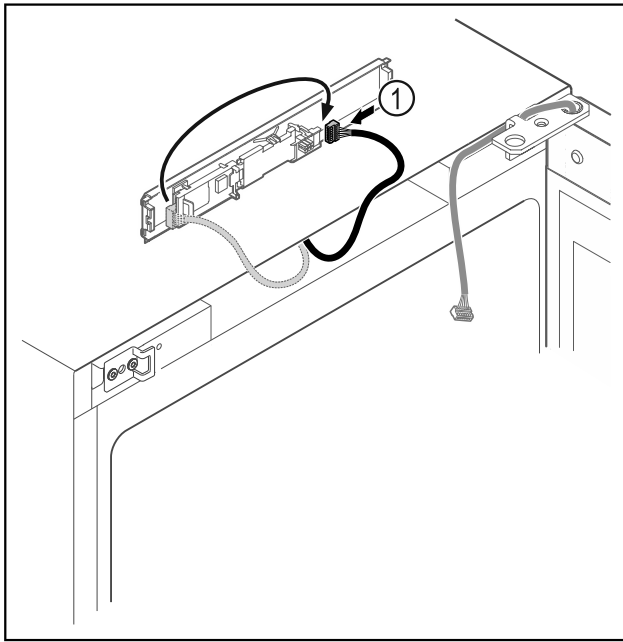

Fig. 17
- Aseta pistoke Fig. 17 (1) levyyn toiseen kohtaan.